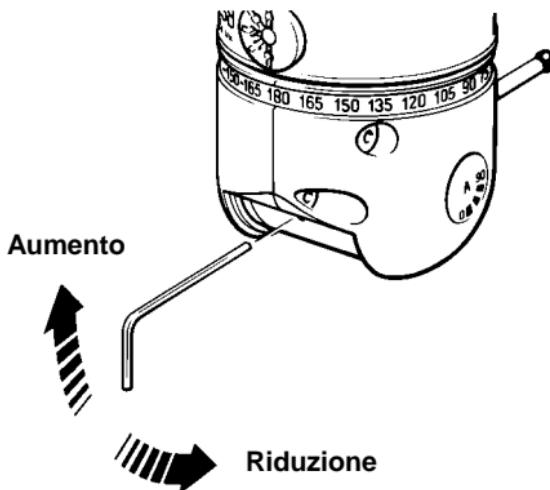

Figura 5 - Regolazione della forza di scatto della sonda
5.3 Regolazione della forza di scatto della sonda (Vedi Figura 5)